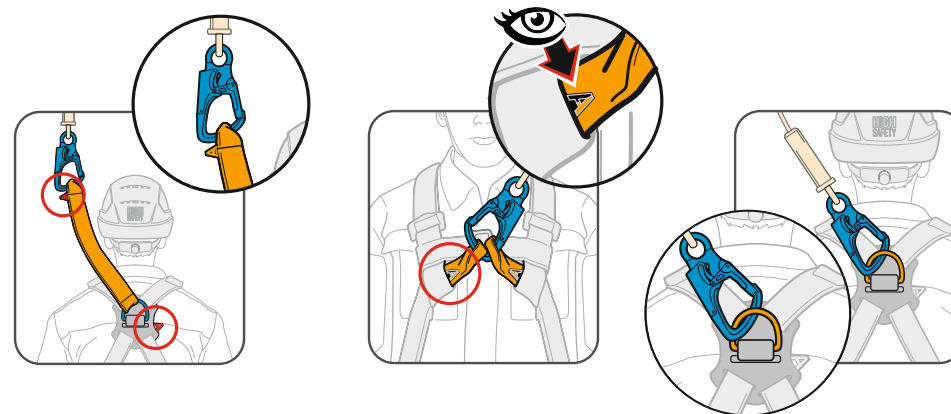

Рис. 11 Присоединение соединительно-амортизирующей подсистемы к точкам крепления на привязи.
10. Присоединить соединительную подсистему к точке крепления привязи с маркировкой «А» (буква «А» должна быть полностью закрашена) или соединив одновременно с двумя точками крепления, обозначенными половиной буквы «А» (**рис. 11**).